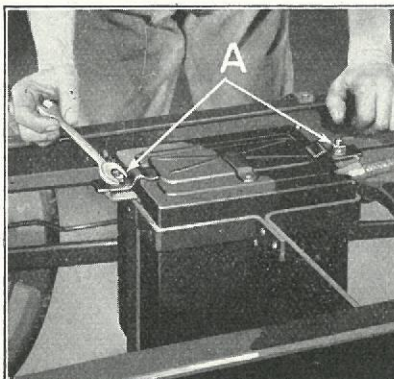

Fig. 41
- (a) Afskru Møtrikkerne »A« (Fig. 41) og fjern Dækslet.